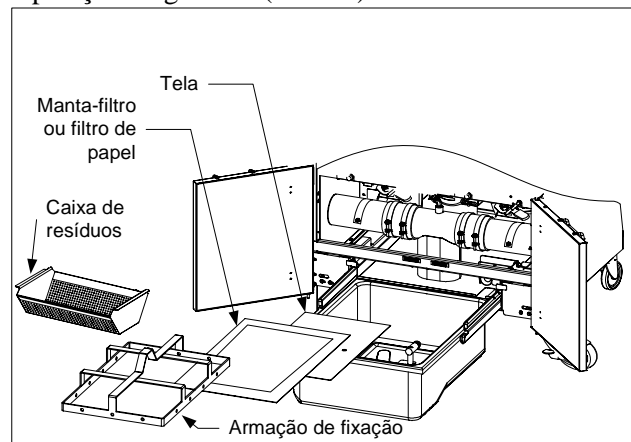

Figura 1
1. Remova o tacho de filtragem do gabinete e, em seguida remova a caixa de resíduos, armação de fixação, manta (ou filtro de papel) e tela do filtro. (Veja a Figura 1) Limpe todos os componentes com uma solução de concentrado de uso geral McDonald's e água quente, depois seque bem.
4. Reinstale a caixa de resíduos na frente do tacho. (Veja a Figura 1)